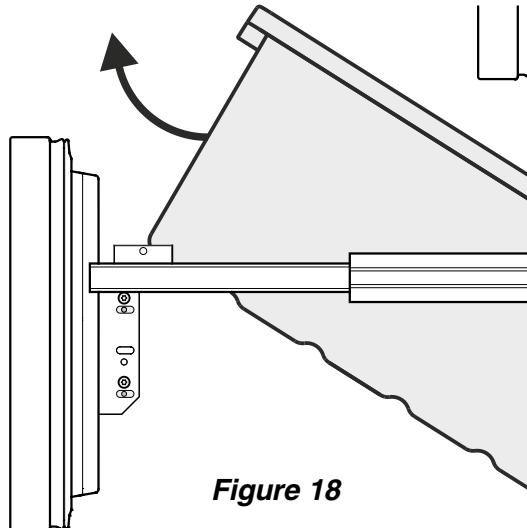

Figure 18
- Basculer le récipient et le retirer - *Figure 18*.